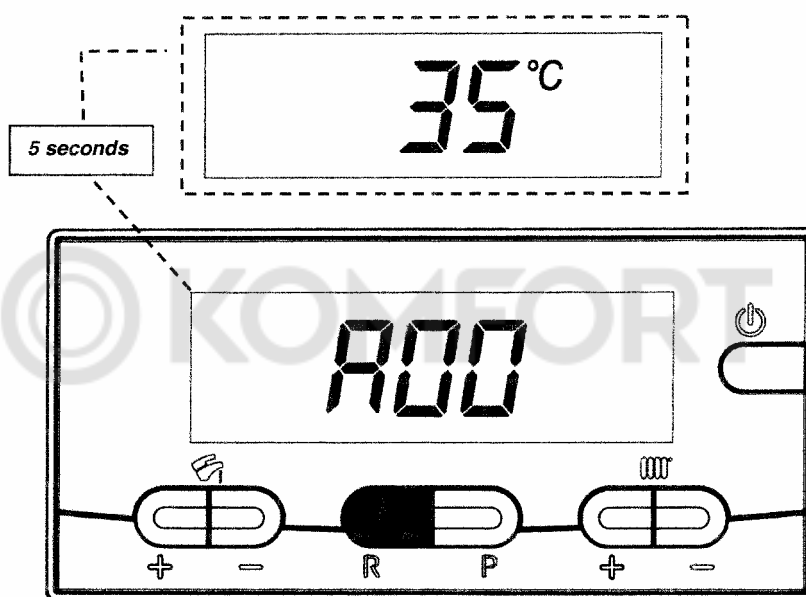

Рис. 13
- Нажать кнопку **R** в течение более 6 сек. На дисплее высветятся символы "A00" (... "A07"), чередующиеся с показаниями значения величины (например, см. рис. 13);